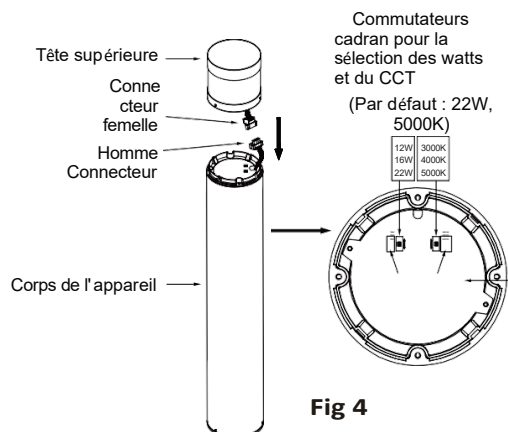

Fig 4
5. Sélectionnez la puissance et le CCT souhaités à l'aide des commutateurs à cadran situés sur la plaque de couverture de la boîte du conducteur. **Fig. 4**